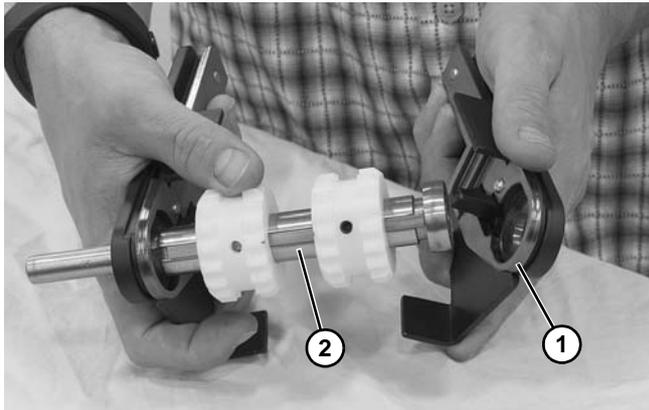

Figure 45
6. Retirer la plaque de tête (**Figure 45, élément 1**) et la broche de rotation (**Figure 45, élément 2**).